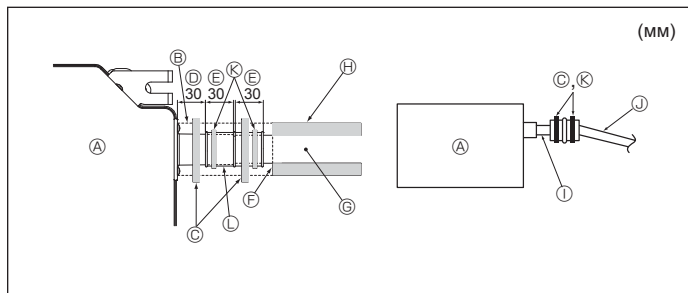

Fig. 3-5
1. Подсоедините дренажное гнездо (в комплекте поставки) к дренажному отверстию. (Fig. 3-5) (Прикрепите трубку с помощью клея ПВХ, а затем зафиксируйте ее лентой).